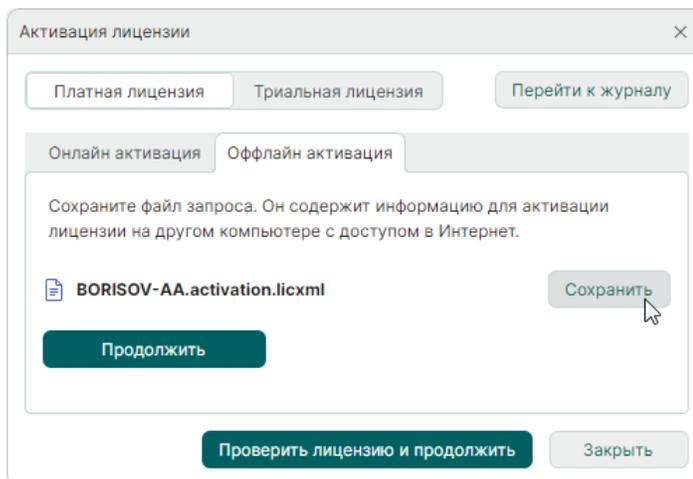

Рис. 18 Сохранение файла запроса
2. Для сохранения файла запроса нажмите «Сохранить», см. Рис. 18.